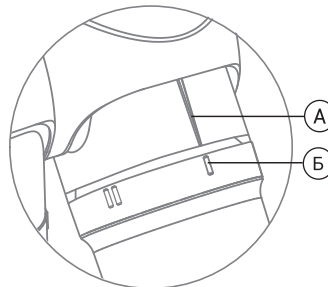

Рис. 5
4. В этом положении вставьте картридж с небольшим усилием (рис. 5).